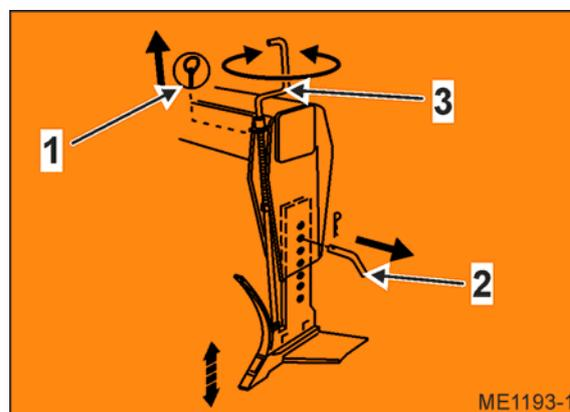

Рис. 28
3. Снимите пружинный фиксатор (Рис. 28/1).
4. Извлеките палец (Рис. 28/2). Палец застопорен пружинным фиксатором.
5. Поворачивая рукоятку (Рис. 28/3), установите для лапы нужную рабочую глубину.